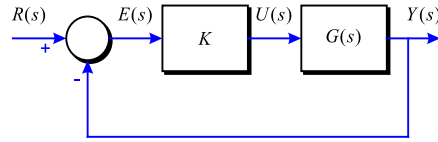

Figura 3-5
**Problema 50** A partir del model d'un sistema de control com el descrit a la Figura 3-5, on: